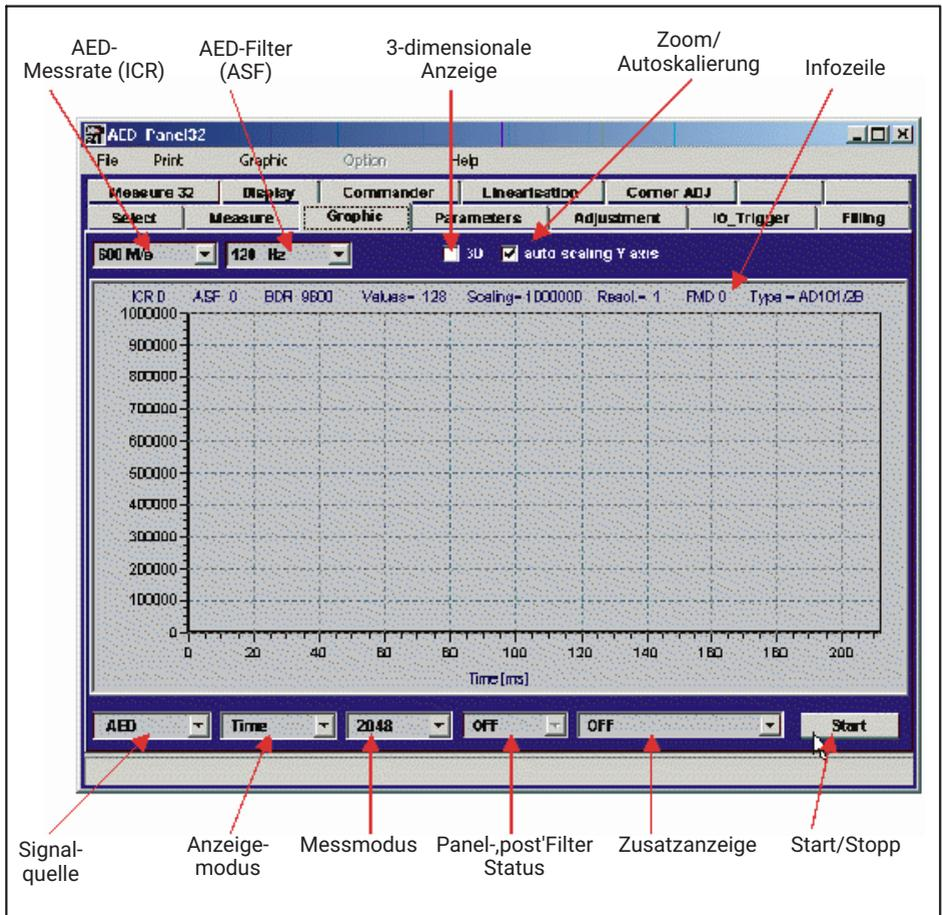

Abb. 5.2 Einstellungen im Grafikmenü Zeitmessung
Abb. 5.2 zeigt das Grafikmenü vor dem Start einer Messung.
Grafik-Zusatzanzeige (Abb. 5.2)
- Speichern der Messung in den File *.grf und Auswertung (Cursor, Zoom,... siehe Einleitung, Abb. 5.2)
- Umschalten Anzeigemodus (Abb. 5.2) auf "Frequenz"